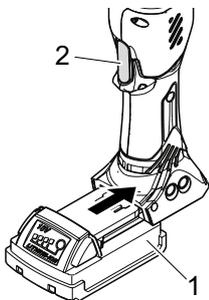

Abb. 6: Einsetzen des Akkus
3. Halten Sie den START-Knopf (Abb. 6/2) gedrückt und schieben Sie den Akku (Abb. 6/1) wieder ein. Die Status-LEDs blinken rot.